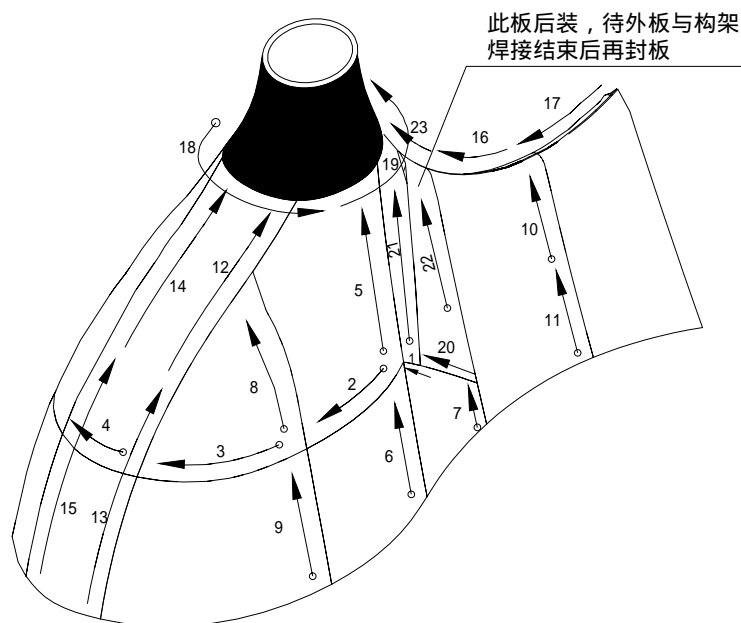

图 18
6.3.2.5 艏部分段贴外板焊接按图 18。
- b) 焊接顺序：见图 18 中 1、2、3、4、5……；